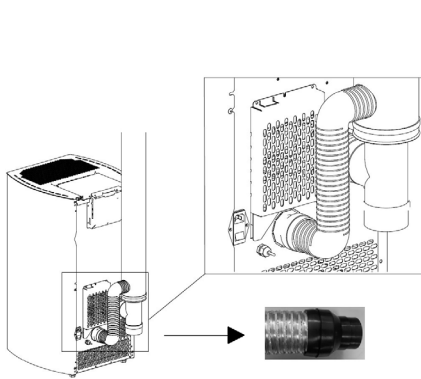
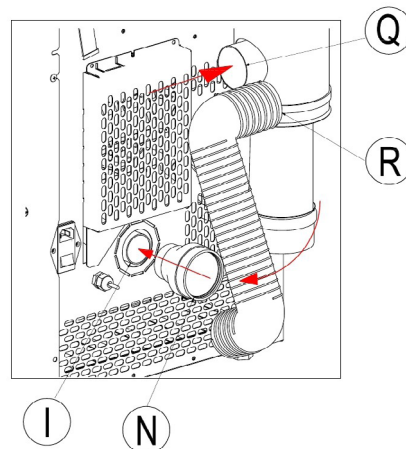
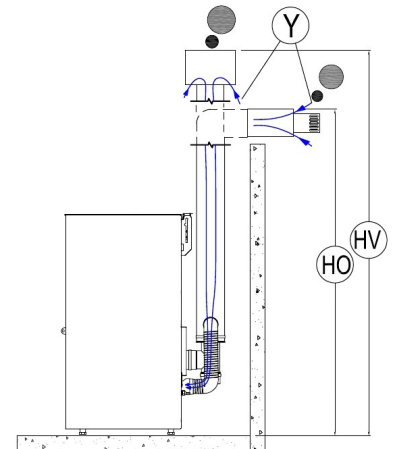

Fig. 10 - Flexibler Schlauch
Fig. 11 - Anschlüsse
Fig. 12 - Anschlüsse Rauchabzugsrohr
- Anschlussstück N auf das Lufteinlassrohr I setzen (siehe **Fig. 10 a pag. 12** und **Fig. 11 a pag. 12**). N mit Q unter Verwendung eines flexiblen Schlauchs mit einer Temperaturbeständigkeit von 100°C (empfohlen ein flexibler Aluminiumschlauch) verbinden.
- Max. zulässige Höhe bei Rauchabzugsrohr mit vertikalem Abzug (Dach) HV = 6m (siehe **Fig. 12 a pag. 12**).
- Max. zulässige Höhe bei Rauchabzugsrohr mit horizontalem Abzug (Wand) HO = 2,6 m (siehe **Fig. 12 a pag. 12**).
LEGENDE Fig. 11 a pag. 12 - Fig. 12 a pag. 12